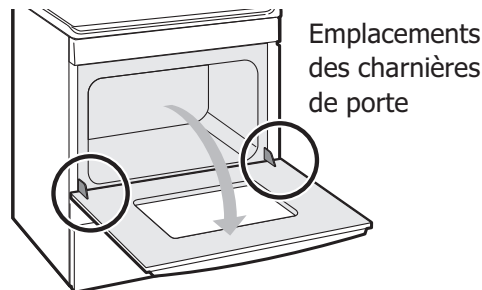

Figure 30: Emplacements des charnières de la porte du four
1. Ouvrez complètement la porte du four Figure 30.
3. Ouvrez complètement la porte du four. (Figure 30).